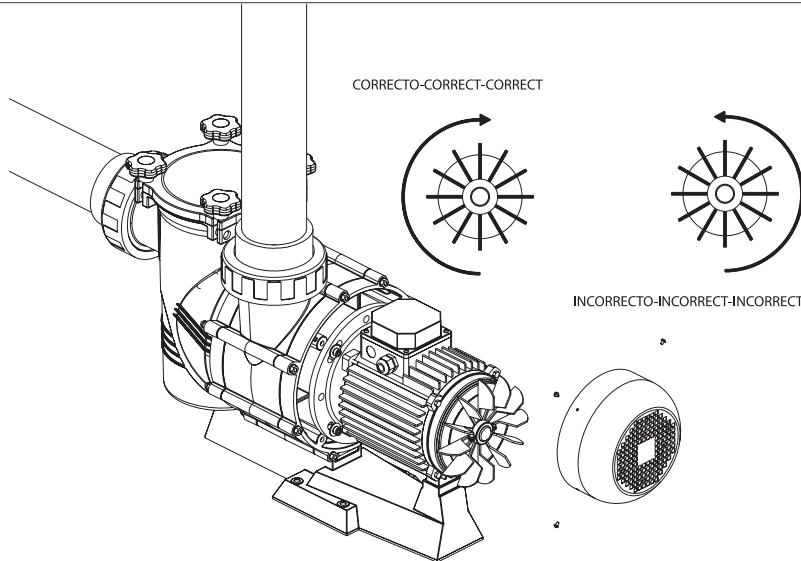

Fig.5
- Vérifier que le sens de rotation du moteur soit correct, moyennant le ventilateur qui se trouve a la part arrière du moteur.(fig.5)